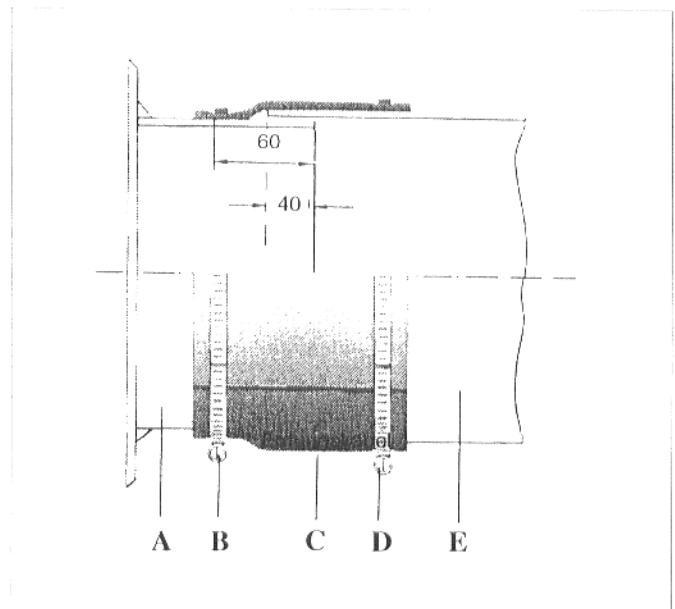

Fig. 5
- Faire glisser les colliers de serrage **B** sur la manchette d'étanchéité et les serrer (fig. 5).